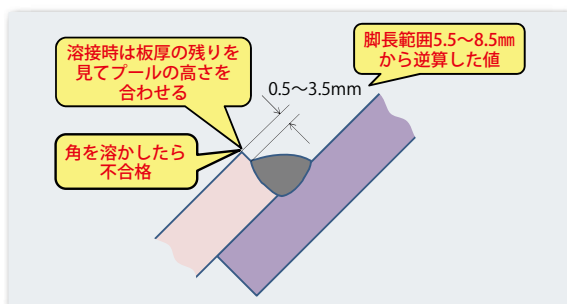

図3 溶接時の脚長目安
- ①ビードは1パスで脚長5.5mm以上8.5mm以下の範囲に納めなければなりません。これは両端15mmを除いた溶接線全線で判定を受けます。また、判定範囲で板厚9mmの板の角を溶かした場合は不合格となりますのでご注意ください。溶接時は、ヘリ側の板を基準にプールの高さを合わせると脚長を狙い通りに仕上げやすいと思います。(図3)